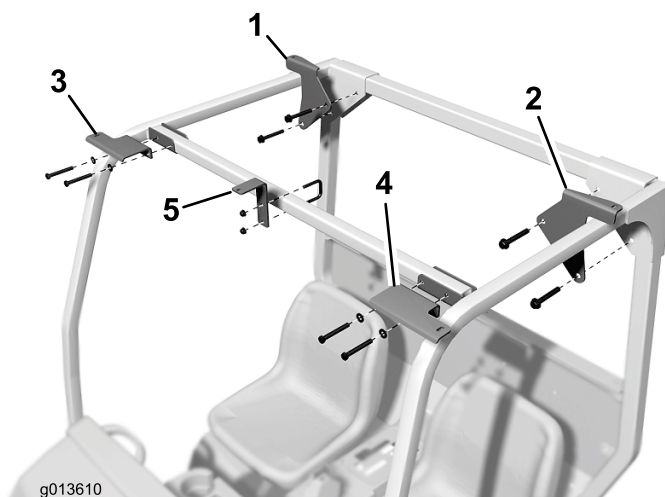

Рисунок 2
3. Используя снятые болты и гайки, прикрепите, не затягивая, правый задний кронштейн навеса к правой стойке конструкции ROPS (Рисунок 2).
6. Не затягивая, прикрепите правый передний кронштейн навеса к правой стойке конструкции ROPS и поперечной штанге новыми болтами 3/8 x 3-3/4 дюйма, используя шайбы и имеющиеся гайки (Рисунок 2).
8. Не затягивая, прикрепите передний кронштейн навеса к середине поперечной штанги с помощью U-образного болта и гаек 5/16 дюйма (Рисунок 2).